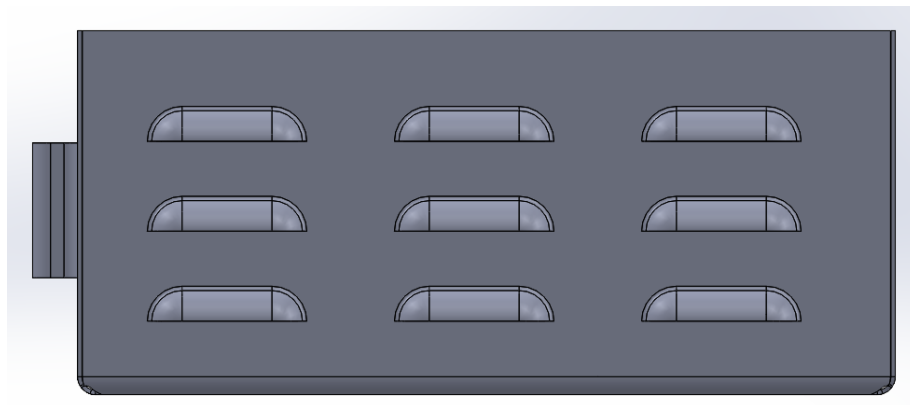

Рисунок 5.16 – Результати використання команди **Лінійний масив**
6. За допомогою команди **Лінійний масив** додаються інші вентиляційні отвори (рис. 5.16).